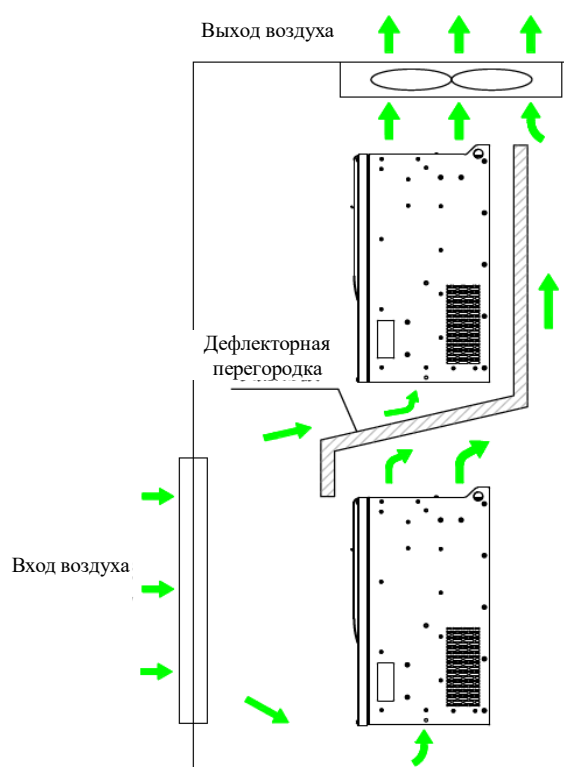

Рис. 3-4 Требования к установке верхнего и нижнего рядов
- Установка преобразователя вертикально вверх способствует отводу тепла вверх. Если в шкафу установлено несколько преобразователей частоты, установите их рядом друг с другом. В тех случаях, когда требуется верхний и нижний монтаж, см. рис. 3-4 для установки теплового дефлектора;